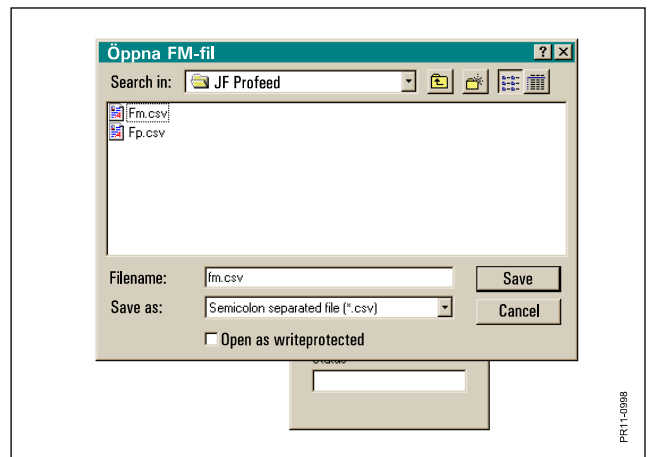

Fig. 7.11
**Fig. 7.11** Denna punkt väljs, då data skall överföras från PC:n till handterminalen. Först väljer man vilken fodermedel-fil, fm.csv som skall överföras, därefter väljer man den foderplan-fil som skall användas, fp.csv.